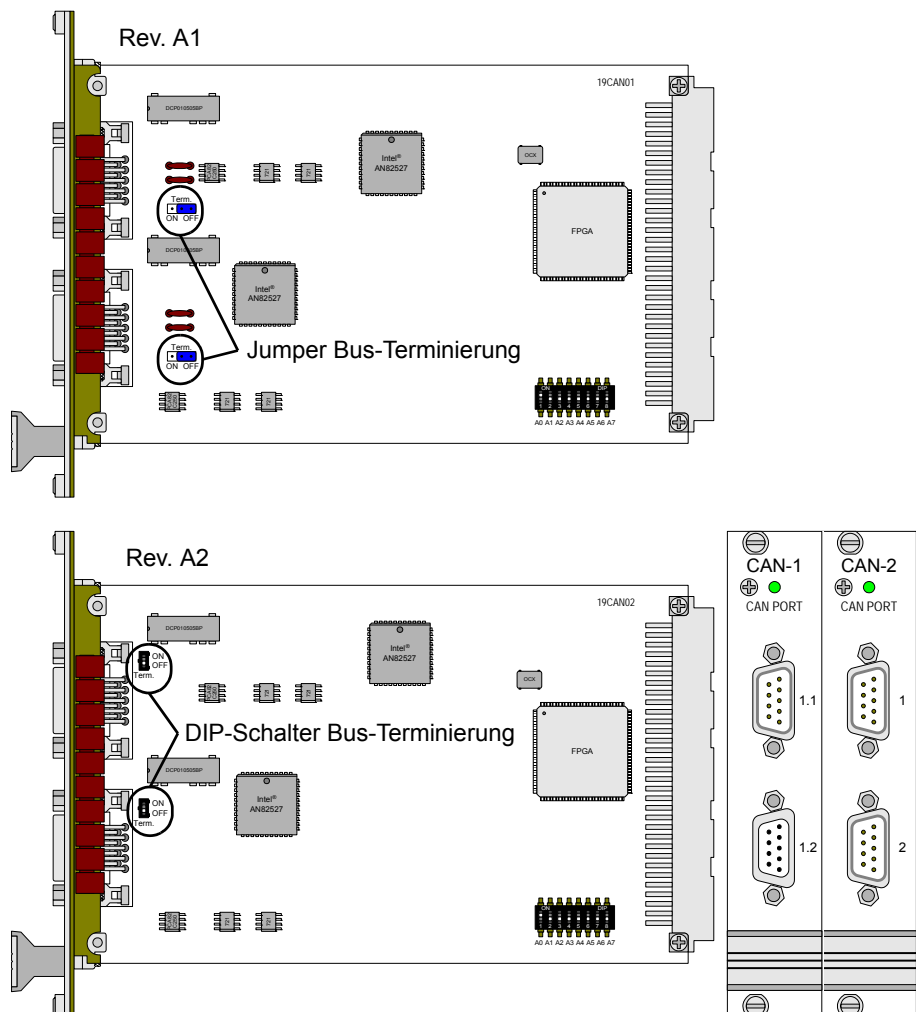

Abb. 266 – Pro-CAN-1/-2: Platine und Frontplatten
Wenn das CAN-Modul das physikalische Ende eines CAN-Bus vom Typ „High speed“ bildet, muss es mit einem Abschlusswiderstand terminiert werden (also nur am ersten oder letzten CAN-Knoten). Wenn die Terminierung erforderlich ist, legen Sie den entsprechenden DIP-Schalter (Rev. A2, siehe Abb. 266) nach oben um; bei der Modulrevision A1 stecken Sie die Jumper auf die linke Position (ON). An CAN-Knoten, die sich nicht an einem physikalischen Ende der Kette befinden, darf nicht terminiert werden.